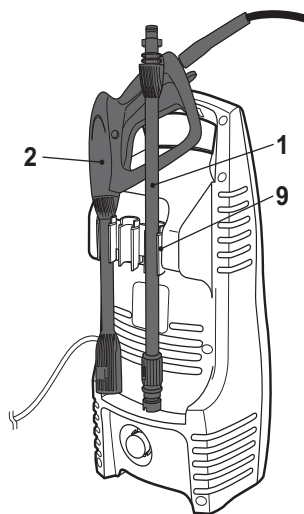

Рис. 14
> Защелкните патрубков для высокого давления (1) и пистолет для распыления (2) на держателе для принадлежностей (9) (Рис. 14).